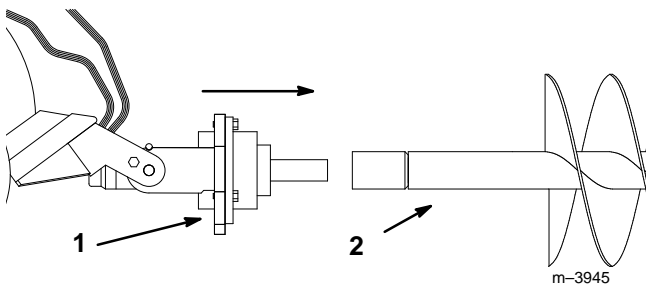

Abbildung 6
6. Die Antriebswelle in das Ende der Bohrerwelle bzw. Verlängerung manövrieren (Abb. 6).